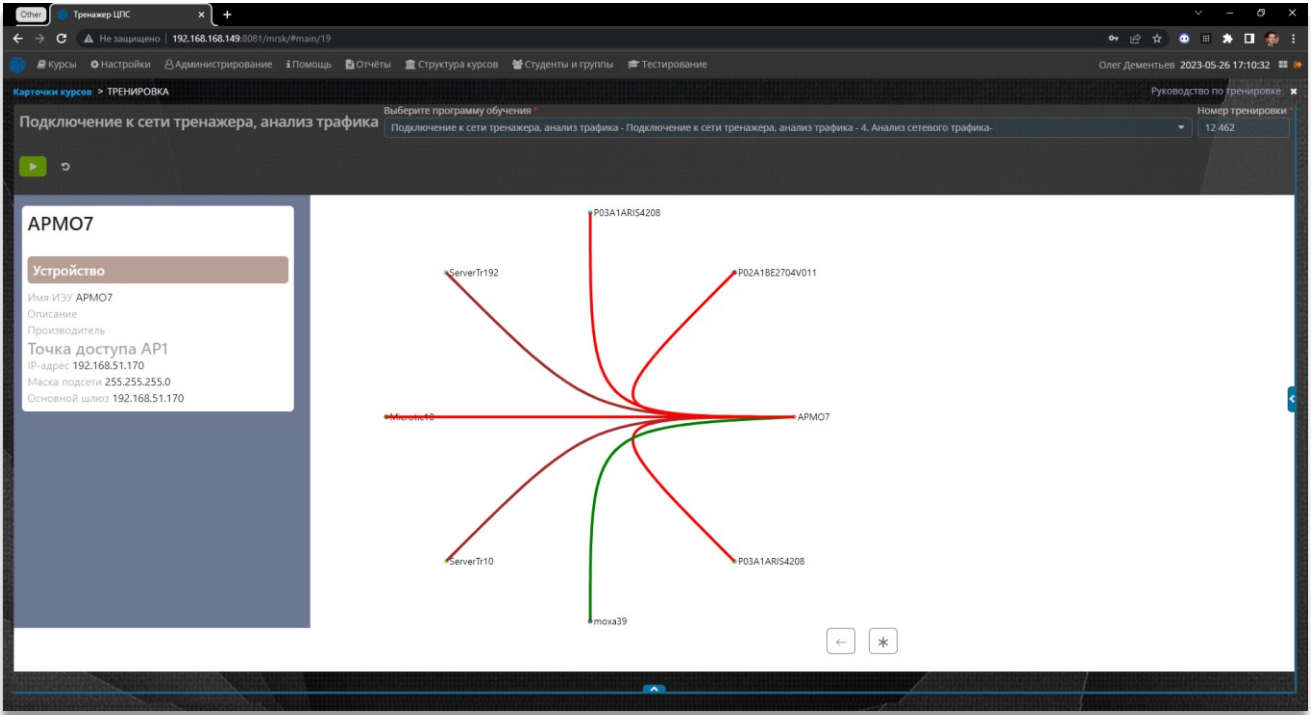

Рисунок 55 – Экранная форма 2 – «Организация локальной вычислительной сети»
- Рисунок 55 – Экранная форма 2 – «Организация локальной вычислительной сети».